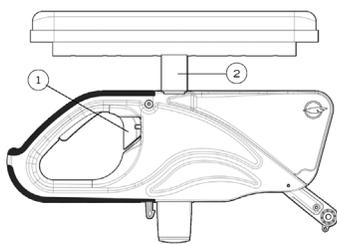

Fig. 15
- Ribaltate la leva (1) a sinistra o a destra per sbloccare il bracciolo (Fig. 15).
- Regolate la struttura (2) all'altezza desiderata.